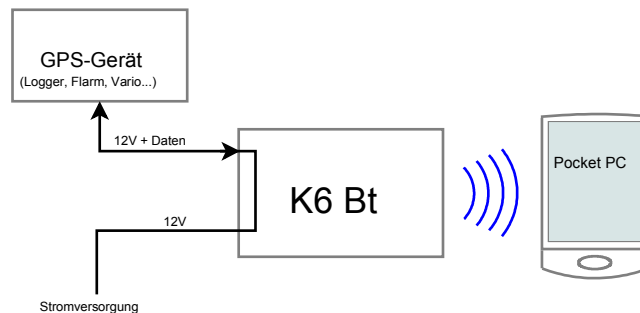

Abbildung 1: Verbinden des K6 Bt mit GPS-Gerät und Stromversorgung über ein 1:1-Patchkabel
1. Verbinden Sie ihr GPS-Gerät mit einem 1:1-Patchkabel mit dem K6 Bt (siehe Abbildung 1)